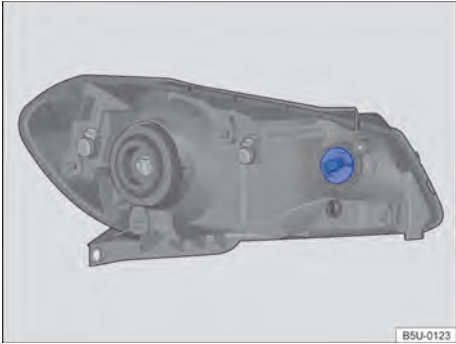
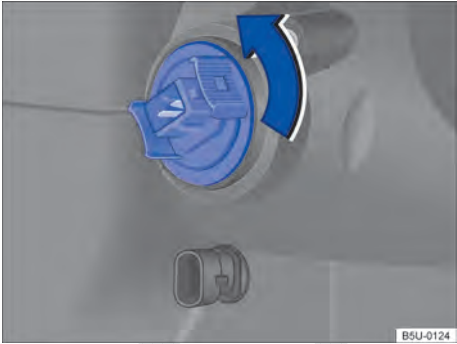

Fig. 182 No compartimento do motor: localização da lâmpada incandescente do indicador de direção dianteiro.
Fig. 183 Soquete da lâmpada incandescente do indicador de direção dianteiro.
4.	Girar o soquete da lâmpada ⇒ Fig. 182, no sentido da seta ⇒ Fig. 183, e desencaixá-lo do alojamento.
9.	Pressionar o soquete até o batente e girar no sentido contrário ao da seta ⇒ Fig. 183.